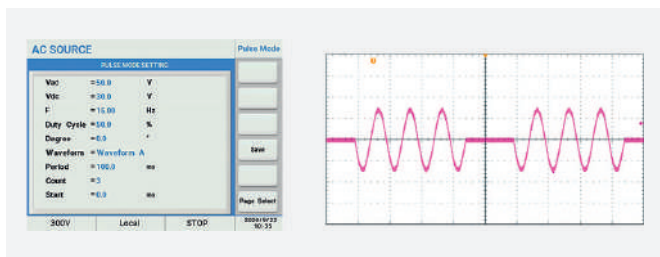

Рис. 12. Сигнал в виде импульса
**Сигнал в виде пульсаций (Pulse mode).** Данный режим формирует выходной сигнал в виде пульсации. Программное обеспечение позволяет задать такие параметры, как напряжение, частота импульса, продолжительность импульса, число повторений шагов (рис. 12).